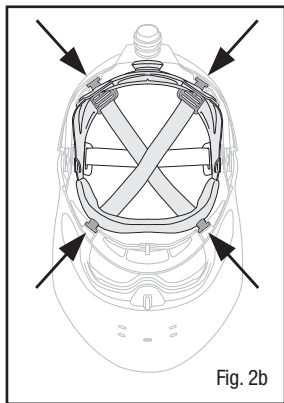
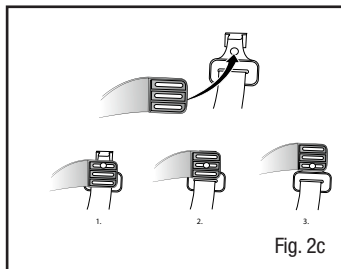

Fig. 2b
Fig. 2c
- a. Il est possible de régler le serre-tête pour coiffe en quatre points : deux à l'arrière et deux à l'avant (Fig. 2b). Pour modifier la position du serre-tête, déloger la cheville de la fente de réglage de la hauteur et l'insérer dans une autre fente de l'« échelle » (Fig. 2c). Il est possible de régler chaque point indépendamment pour un ajustement sur mesure.
- i. La Fig. 2c no 1 montre la position de la cheville pour que le casque dur soit au plus bas. La Fig. 2c no 3 montre la position de la cheville pour que le casque dur soit au plus haut.
- ii. Il est possible de diminuer l'angle de vision en insérant la cheville arrière dans la fente illustrée à la Fig. 2c no 3 et la cheville avant dans la fente illustrée à la Fig. 2c no 1.